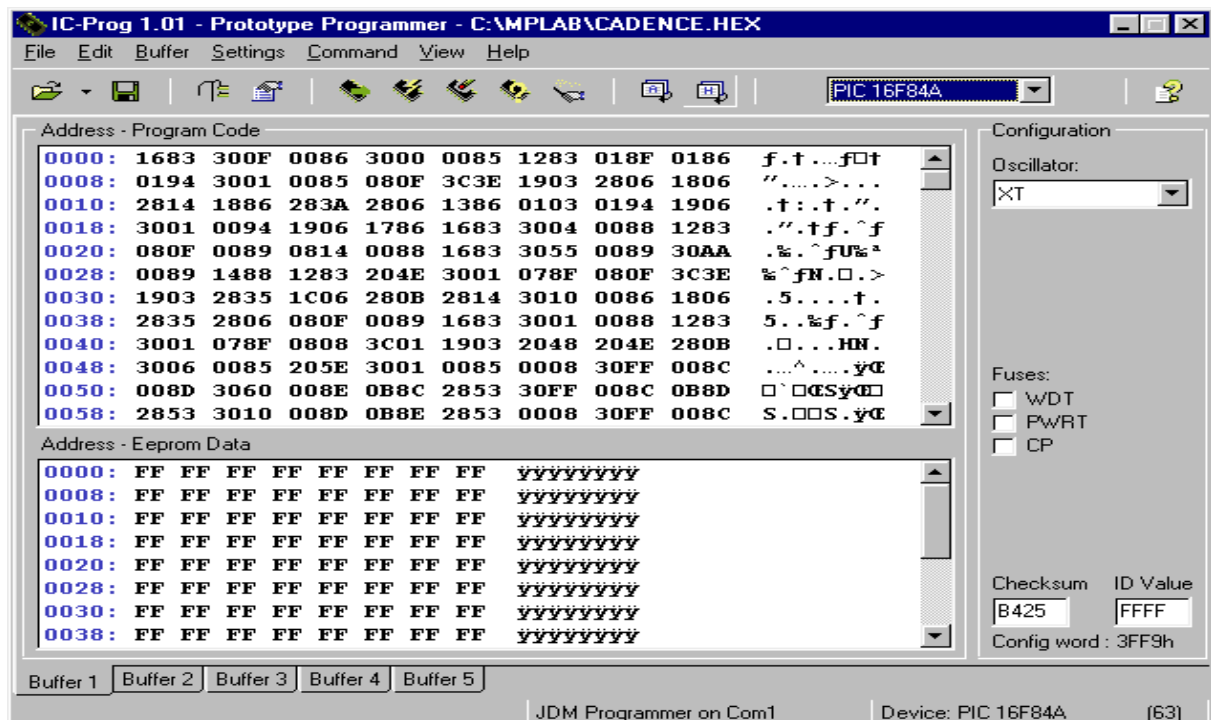

Figure 5
- Une fois le composant sélectionné il ne vous reste plus qu' à ouvrir votre fichier et à le transférer. Cliquez dans le menu "File" puis sélectionner un fichier compilé (\*.hex) avec "Open File" (Figure 5)